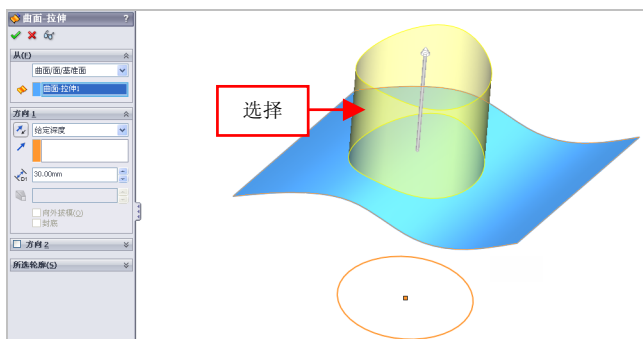

图 7-38 选择最上方的曲面对象
(5) 在绘图区中，选择最上方的曲面对象，如图 7-38 所示。